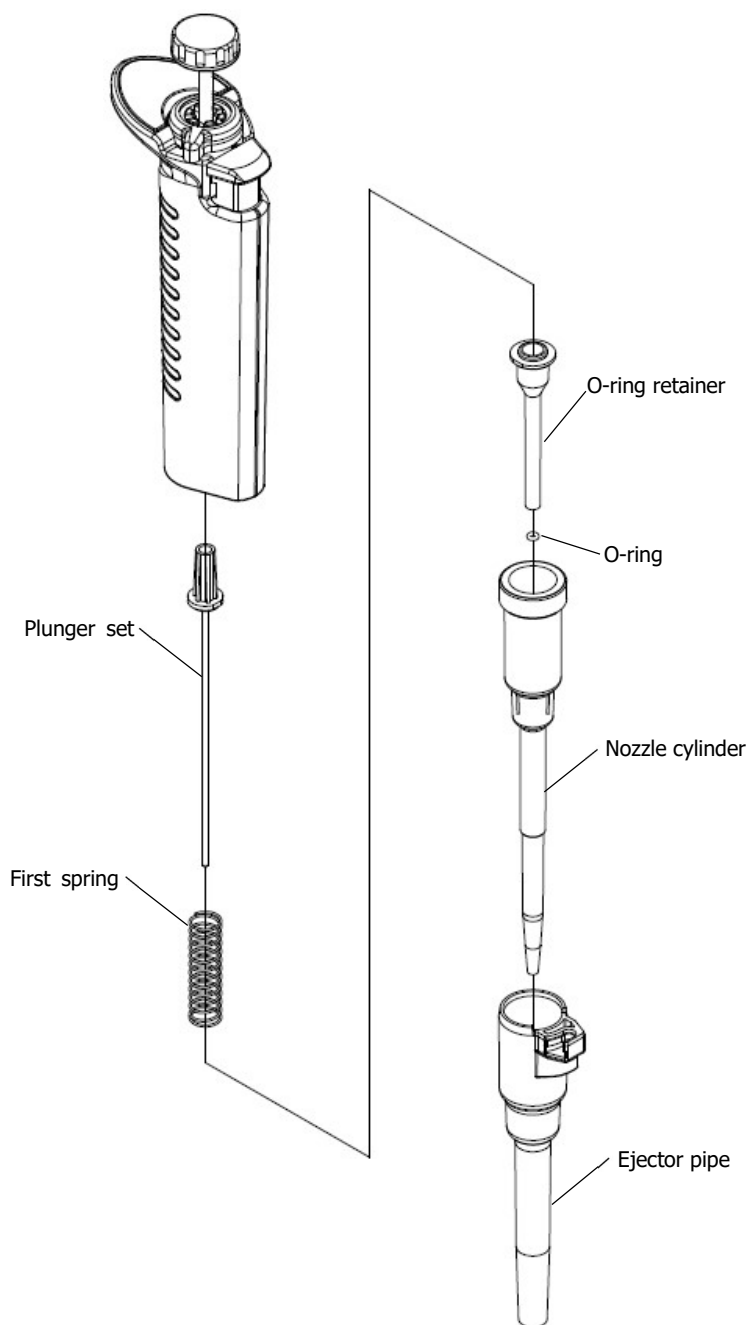
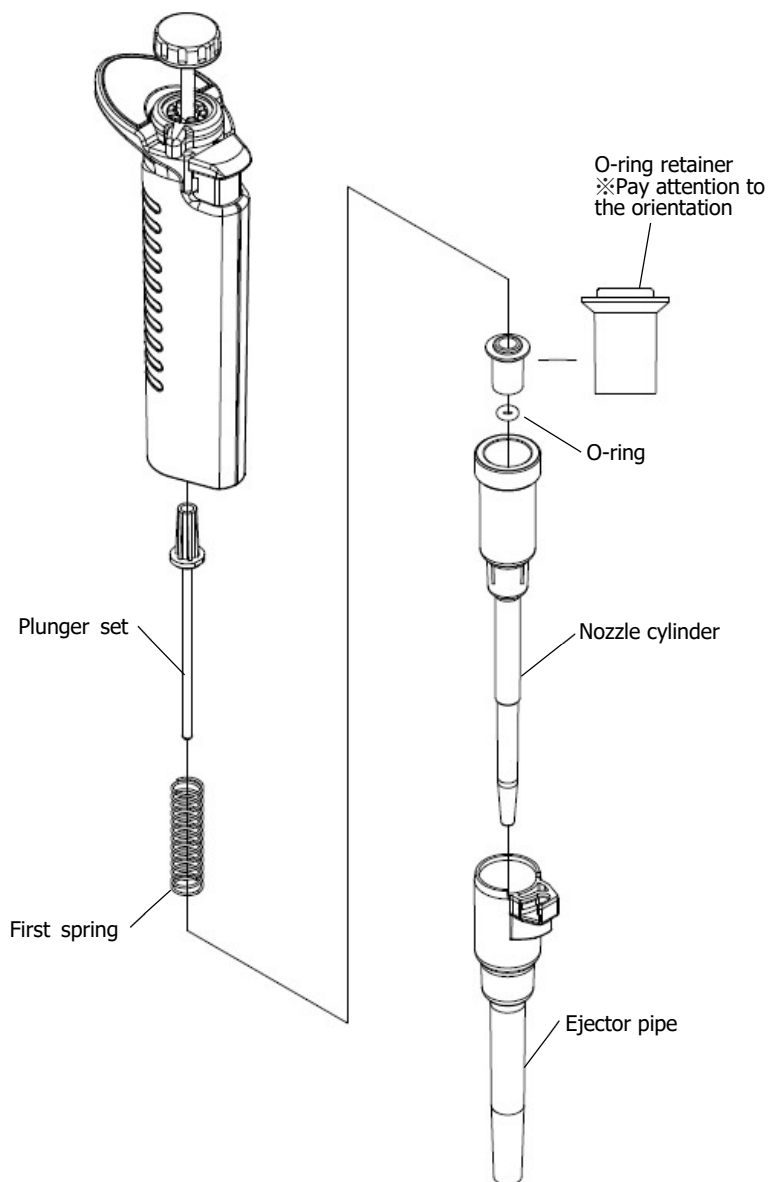

Fig. 4-3
Fig. 4-4
- 20 μ L : (Fig.4-3), 100 μ L : (Fig.4-4)